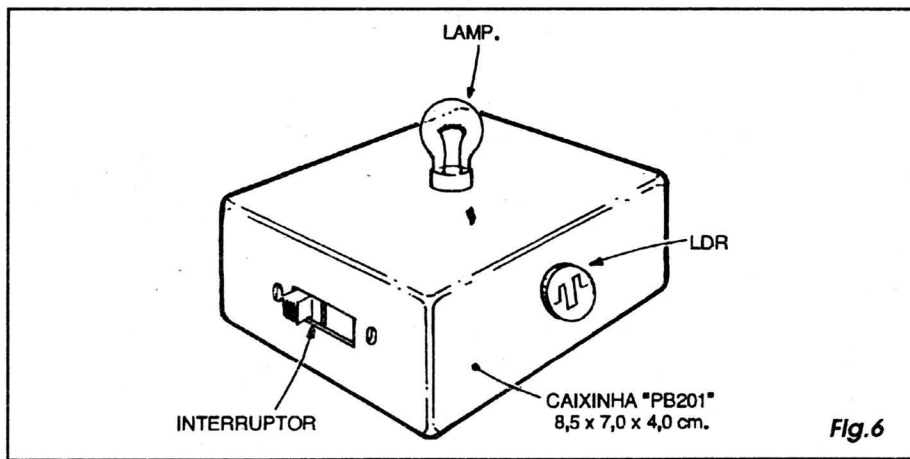

Fig. 6
- FIG. 6 - ACONDICIONANDO O CIRCUITO... - Se utilizado o *containers* sugerido na LISTA DE PEÇAS (OPCIONAIS/DIVERSOS), o acondicionamento poderá seguir o padrão indicado na figura... Observar que é importante manter o LDR em posição final na qual **não** possa ver a lâmpada controlada pelo próprio circuito (se o foto-sensor receber luminosidade emitida pela lampadinha, o funcionamento enfrentará sérias instabilidades, podendo o circuito resultar completamente inoperante...). Certamente que outras disposições finais poderão ser adotadas, a critério do montador, porém a solução sugerida nos parece a melhor, por mais simples...